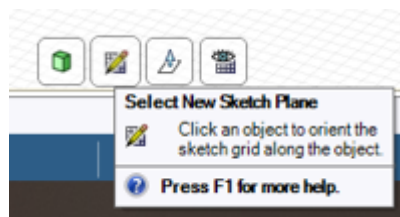

Rys. 2. Wymiary rury cylindrycznej w przekroju (długość rury wynosi 100 mm)
- 3) W programie *Spaceclaim* utwórz rurę cylindryczną o wymiarach przedstawionych na rys. 2. Długość rury ustal na 100 mm.